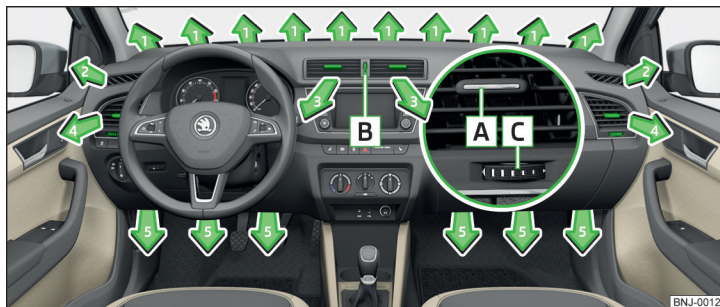

Fig. 119 Luftdyser
Ved luftdyserne 3 og 4 » Fig. 119 kan du ændre luftstrømmens retning, og du kan også lukke og åbne dyserne separat.
- Drej de vandrette lameller opad eller nedad ved hjælp af det forskydelige indstillingselement **A** » Fig. 119 for at ændre luftstrømmens højde.
- Drej regulatoren **B** opad » Fig. 119.
- Drej regulatoren **B** nedad » Fig. 119.
Indstilling af luftstrømmens retning	Aktive luftdyser » Fig. 119